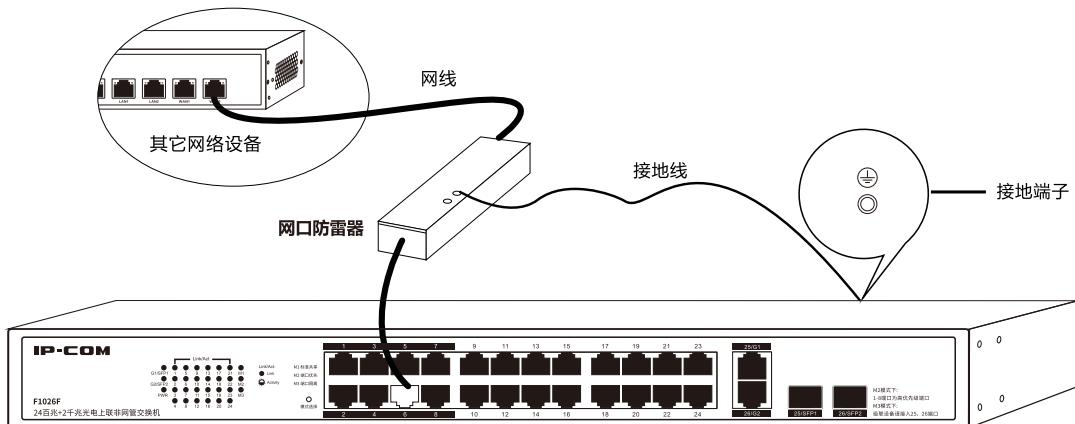

图 3-3 安装 RJ45 网口防雷器
- 接口线缆是否都在室内走线 , 若有户外走线情况 , 请检查是否连接了网口防雷器 (连接方法如图 3-3) 和交流电源避雷器。